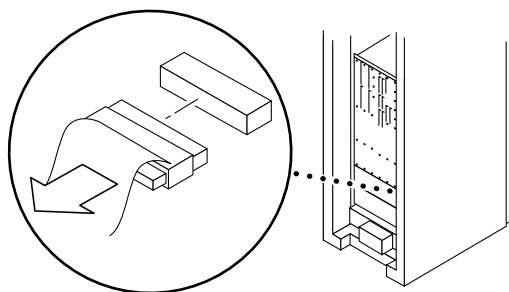

図 12-15 信号ケーブルの取り外し — Sun Fire 4810 システム
7. システムバックプレーンと電源バックプレーンを接続しているケーブルを外します (図 12-15)。
4. システムセンタープレーンおよび電源バックプレーンに、信号ケーブルを接続します (図 12-15)。